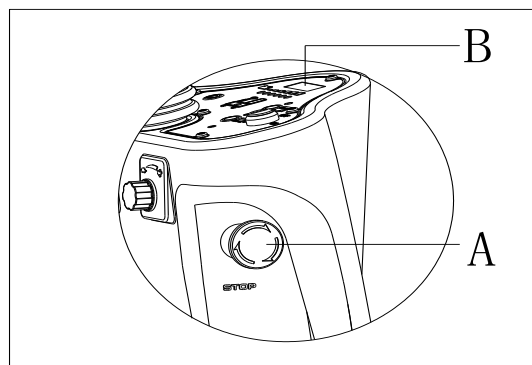

Figura 5
Dacă în timpul operării mașinii se ivește un caz de urgență, apăsați comutatorul de avarie (A, Figura 5), apoi toate funcțiile mașinii se vor opri; nu va exista niciun afișaj pe panoul de comandă (B, Figura 5)
1. Insetați comutatorul cheie (40) și rotiți-l la poziția "ON".
2. Apăsați pedala (6) către față, cu piciorul, pentru a ridica ansamblul perie (11) de la podea.
3. Rotiți butonul de ajustare a vitezei (42) în sens invers acelor de ceasornic, până la capăt.
4. Amplasați peria (A, Figura 5) sau laveta (B, Figura 5) în centru, în aliniere cu suportul de perie.
5. Apăsați pedala (6) către spate, cu piciorul, pentru a coborî la podea ansamblul perie (11). Așezați-vă în scaun, apăsați butonul periei (39) și depresați ușor pedala (23), peria/laveta se pot asambla automat. Repetați acești pași până când peria/ laveta sunt instalate.
7. Depresați pedala (6) către față, cu piciorul, pentru a se ridica ansamblul perie (11) de la podea, apăsați butonul de scoatere a periei (41) pentru dezinstalare automată